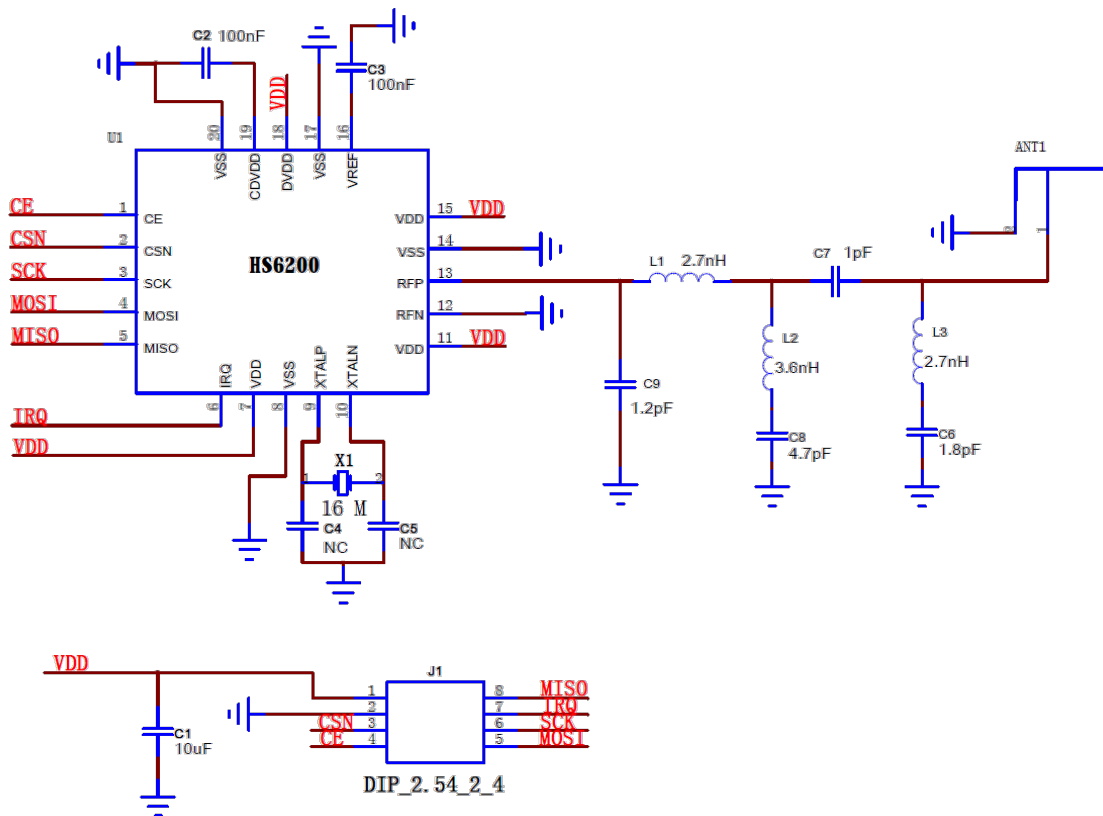

图 2.3 过 FCC 且抗强干扰原理图
(3)要求过 FCC 或 CE 标准,且强干扰环境下,天线的匹配网络可以使用 7 个器件, C6=1.8pF, C7=1pF, C8=4.7pF, C9=1.2pF, L1=2.7nH, L2=3.6nH, L3=2.7nH。此匹配电路可以使 HS6200 在强干扰环境中,还能表现出比较优的通信性能,具体如图 2.3 所示。